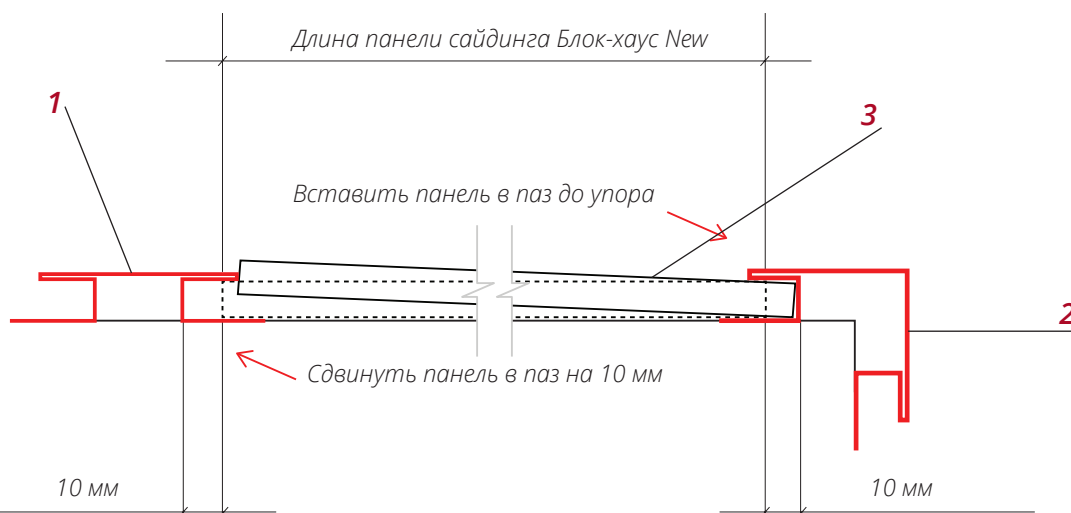

Рис. 16
■ Подготовьте панели таким образом, чтобы, когда один край панели **3** заведен до упора в паз доборного элемента **2**, второй край можно было завести в паз доборного элемента **1** с другой стороны (*рис. 16*).